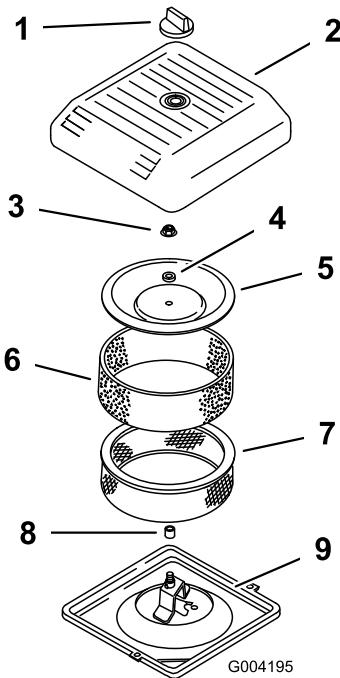

Figura 25
4. Desenrosque el pomo y retire la cubierta del limpiador de aire (Figura 25).
5. Deslice cuidadosamente el prefiltrado de gomaespuma para separarlo del elemento de papel (Figura 25).
6. Desenrosque la tuerca de la tapa y retire la tapa, el espaciador y el filtro de papel (Figura 25).
2. Coloque el conjunto del limpiador de aire sobre su base (Figura 25).
3. Instale la tapa y el espaciador y fíjelos con la tuerca de la tapa (Figura 25). Apriete la tuerca a 11 Nm (95 pulgadas-libra).
4. Instale la cubierta del limpiador de aire y fíjela con el pomo (Figura 25).